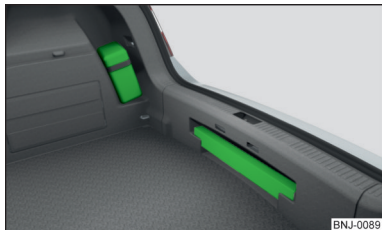
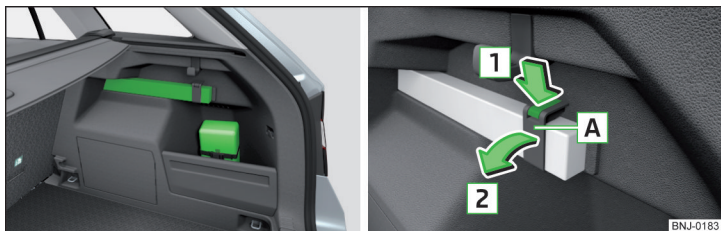

Abb. 176
Abb. 177 Platzierung des Verbandskastens und des Warndreiecks - Variante 2 / Warndreieck lösen
Der Verbandskasten kann mithilfe eines Spannbands an der rechten Seite des Gepäckraums befestigt werden » Abb. 176 bzw. » Abb. 177.
Das Warndreieck kann in die Aussparung unter der Ladekante eingeschoben werden » Abb. 176.
Das Warndreieck kann mithilfe eines Spannbands an der rechten Seite des Gepäckraums befestigt werden » Abb. 177.
- Zum **Lösen** die Verriegelung am Band in Pfeilrichtung **1** drücken und das Band **A** in Pfeilrichtung **2** aufklappen » Abb. 177.